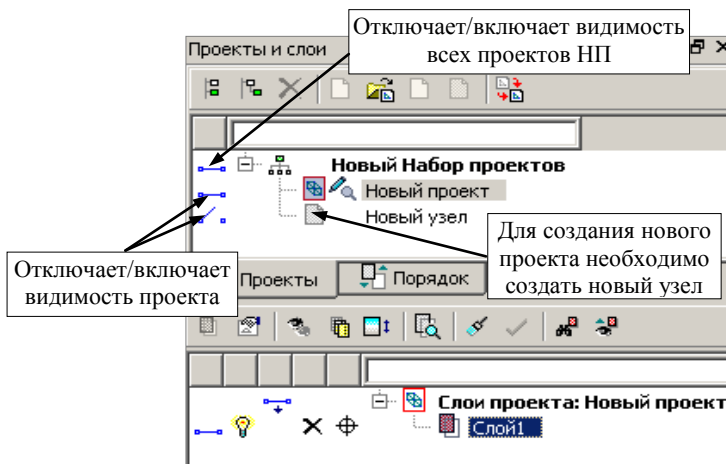

Рис. 3.8
После выполнения команды **Создать Набор Проектов** на панели **Проекты и слои** создается новый набор проектов (НП), в состав которого входит один проект с именем *Новый проект*. В новом проекте автоматически создается один слой с именем *Слой 1* (рис. 3.8).
Набор проектов плана имеет древовидную структуру *узлов* (рис. 3.8), которые хранят ссылку на проект и информацию о его состоянии, т.е. загружен проект или нет, в каком состоянии загружен: для записи или для чтения.
Для проектов и набора проектов предусмотрены переключатели, которые управляют видимостью отдельных проектов и всего НП (рис. 3.8).
1. Для создания нового проекта необходимо создать новый узел. На локальной панели инструментов окна **Проекты** выберите команду **Создать узел на одном уровне**  (рис. 3.8).